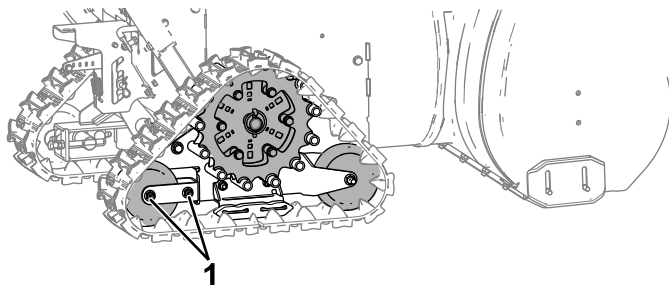

Рисунок 26
- A. Немного ослабьте гайки на вилке заднего катка (Рисунок 26).